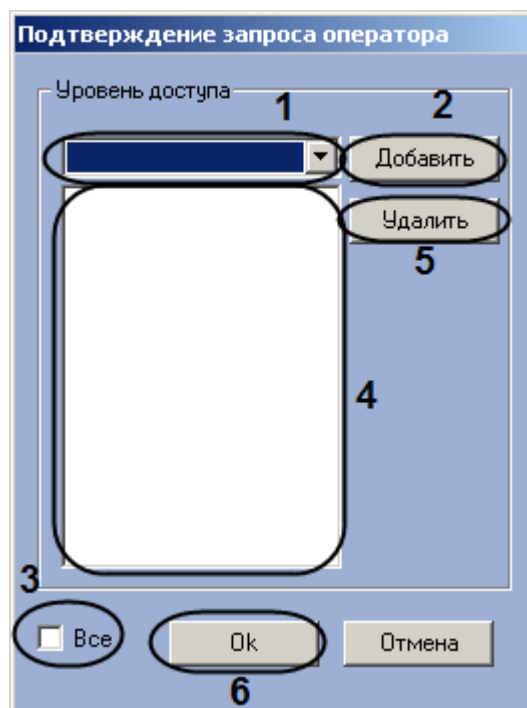

Рис. 3.5—8 Настройка подтверждения запроса оператором
- 6.2 В появившемся диалоговом окне **Подтверждение запроса оператором** из раскрывающегося списка выбрать уровень доступа, для пользователей которого требуется производить подтверждение прохода оператором (Рис. 3.5—8, 1).
6.3 Нажать на кнопку **Добавить** (см. Рис. 3.5—8, 2). Уровень доступа будет добавлен в список (см. Рис. 3.5—8, 4).
Примечание. Если требуется производить подтверждение прохода оператором для всех уровней доступа, необходимо установить флажок Все (см. Рис. 3.5—8, 3).